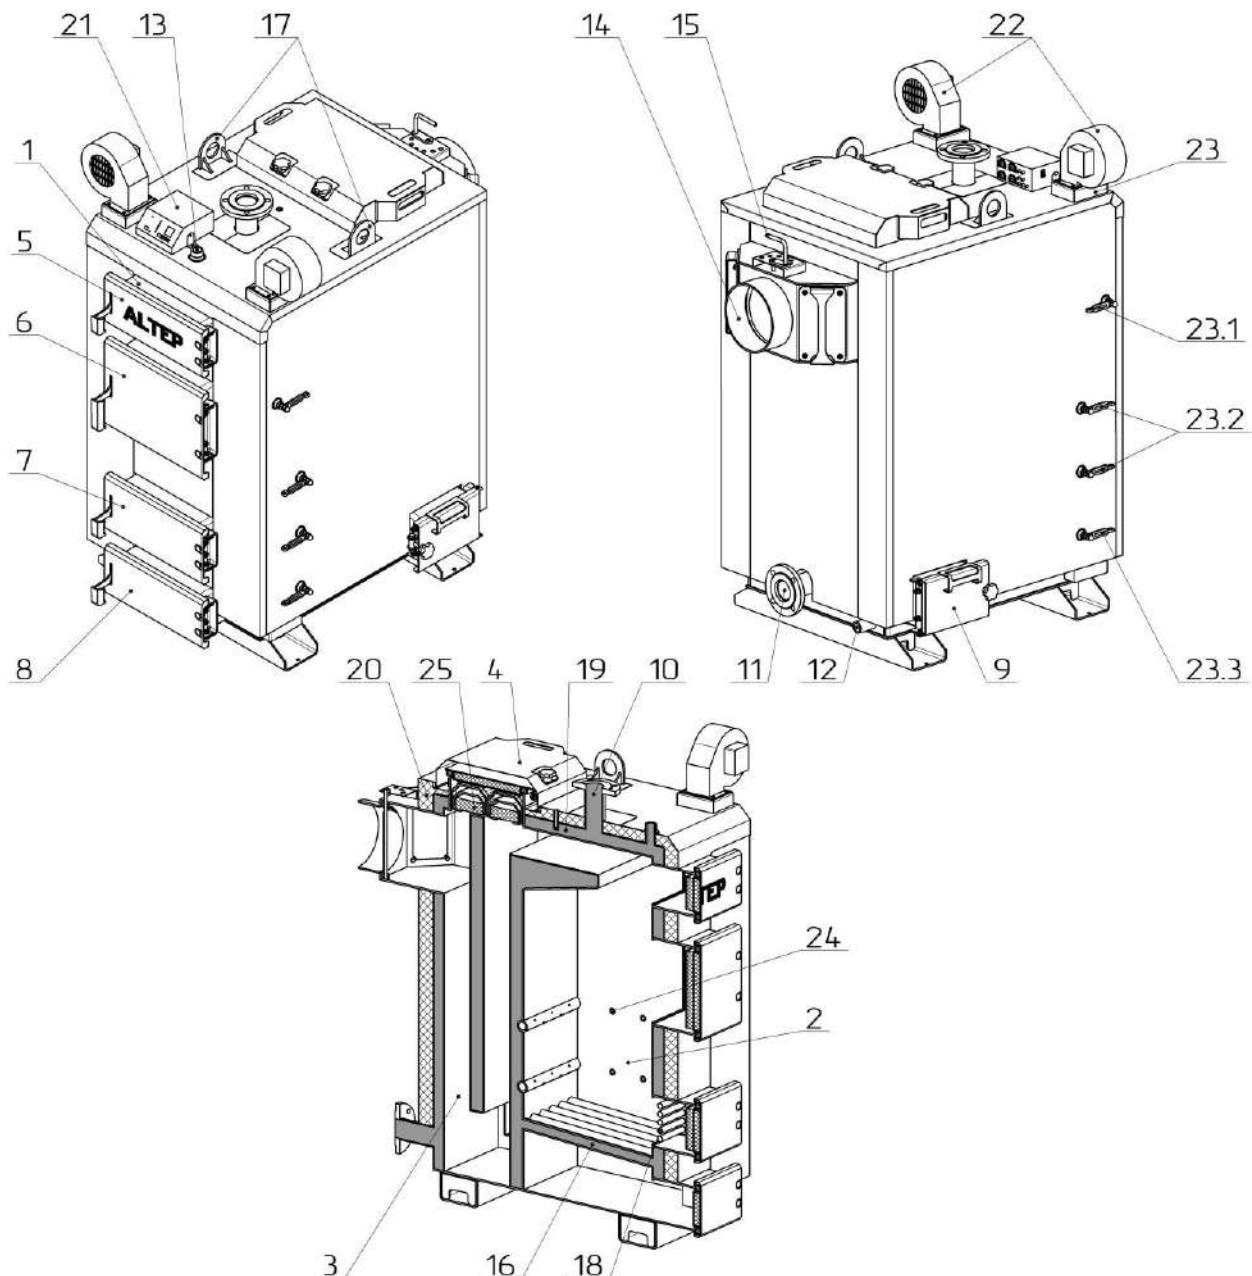

Рисунок 2 - Внешний вид и основные элементы котла 80-97 кВт
Конструктивно котел представляет собой сборно-сварную конструкцию, состоящую из корпуса (поз. 1, рис. 2) с камерой сгорания (топкой) (поз. 2, рис. 2). Конвекционная часть котла состоит из комбинированного трехходового теплообменника (поз. 3, рис. 2) - горизонтальной (верхней) полки и двух вертикальных колодцев.
Корпус котла выполнен в форме параллелепипеда с двойными стенками, которые разделены водными перегородками (поз. 19, рис. 2). На наружной поверхности корпуса под декоративной обшивкой закреплена тепловая изоляция (поз. 20, рис. 2).
Топливо для процесса сжигания загружается на колосниковую решетку (поз. 16, рис. 2) через загрузочные дверцы (поз. 6, рис. 2). Колосниковая решетка выполнены из толстостенных бесшовных труб, по которым постоянно циркулирует вода из водяной оболочки котла, что делает невозможным их прогорания. Сгорания топлива в топке происходит с участием воздуха, поставляемого по двум каналам подачи воздуха (правом и левом) (поз. 23, рис. 2) приточный вентилятор (поз. 22, рис. 2). Количество воздуха, необходимого для процесса сгорания, регулируется автоматически блоком автоматики управления (поз. 21, рис. 2).
Высокотемпературные продукты сгорания, проходя по теплообменнику, передают тепло путем конвекции теплоносителя (воде), которая циркулирует по водной оболочке котла. Подвод и отвод теплоносителя осуществляется соответственно через патрубки обратной сетевой воды (поз. 11, рис. 2) и прямой сетевой воды (поз. 10, рис. 2).
Топочные газы выходят в дымоход через боров (поз. 14, рис. 2), расположенный в задней части котла. Боров обустроен встроенным дроссельным клапаном продуктов сгорания - шибером (поз. 15, рис. 2). В случае слишком высокой тяги в дымоходе шибер позволяет ее снизить путем частичного перекрытия выходного отверстия борова.
Зола, образующаяся в процессе сгорания топлива, ссыпается в нижнюю часть корпуса котла, в которой расположена выдвижная полка для золы - зольник (поз. 17, рис. 2). Топка котла позволяет сжигать такое количество топлива, которое необходимо для поддержания температуры, заданной пользователем на пульте блока автоматики управления. Контролер проводит постоянные измерения температуры воды в котле и на основе этих данных управляет работой вентиляторов. Предусмотрено подключение к контроллеру циркуляционного насоса системы отопления. Подробное описание конструкции и работы контроллера приведены в разделе 8.
В верхней части корпуса котла расположен штуцер для установки предохранительного клапана или группы безопасности котла (поз. 13, рис. 2).
На боковой стенке корпуса в нижней ее части размещены штуцеры для слива воды из котла (поз. 12, рис. 2).
Для проведения погрузочно-разгрузочных работ с котлом, в верхней части предусмотрены такелажные элементы (поз. 17, рис. 2).
Рисунок 2в – Внешний вид и основные элементы котла 500 кВт
- на передней стенке котла (поз. 5, рис. 2);
- в верхней части котла (поз. 4, рис. 2);
- на боковой стенке (поз. 9, рис. 2).
- ревизионные дверцы (поз. 7, рис. 2) для периодической чистки колосниковой решетки;
- дверцы зольника (поз. 8, рис. 2) для возможности удаления от золы нижней части корпуса котла - зольника..